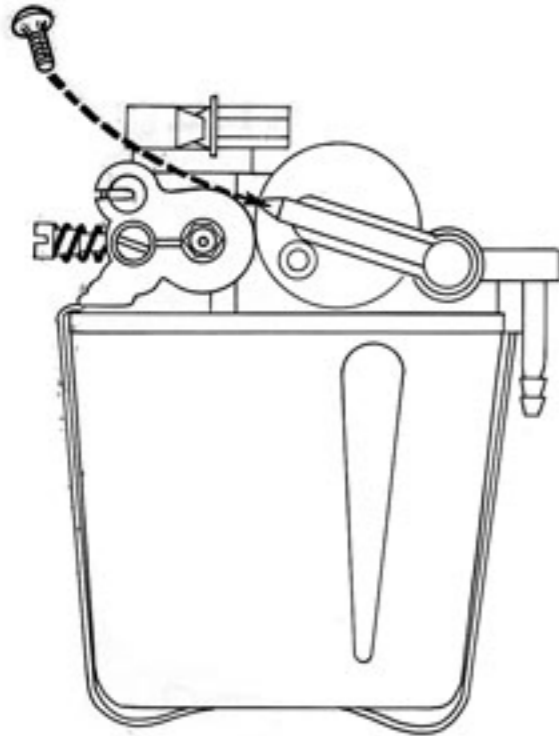

Fig. 1
- Dévisser la vis (petit tournevis cruciforme) ou le bouchon plastique (suivant le cas) obstruant la canalisation d'arrivée d'essence (Fig. 1 et 2).